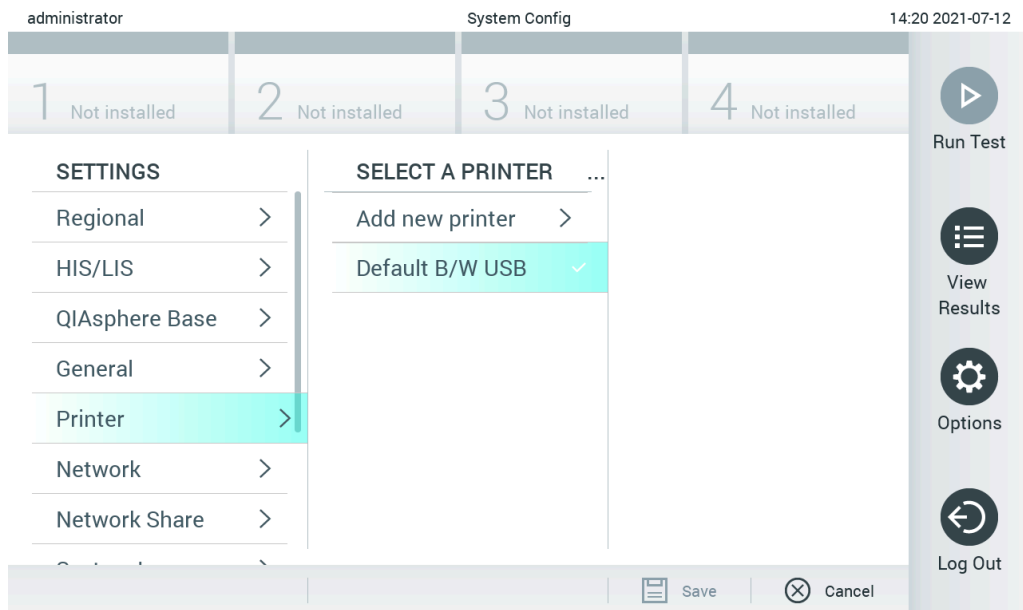

Bild 100. Skrivarinstallation med standarddrivrutin
2. Välj standardskrivaren som kallas Standard-USB, svartvit (bild 100)